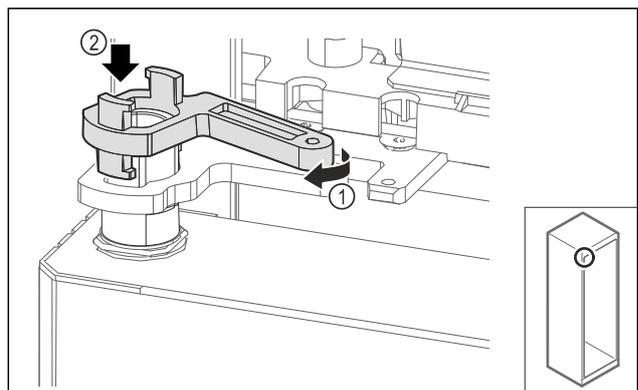

Fig. 66
- ▶ Verriegelung Lagerbock leicht drehen Fig. 66 (1) und auf die Hülse aufsetzen Fig. 66 (2).